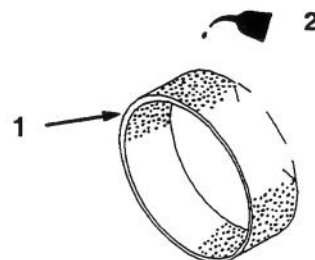

Figure 16
- C. Verser 30 à 60 ml d'huile sur l'élément (Fig. 16). Presser l'élément pour bien répartir l'huile.